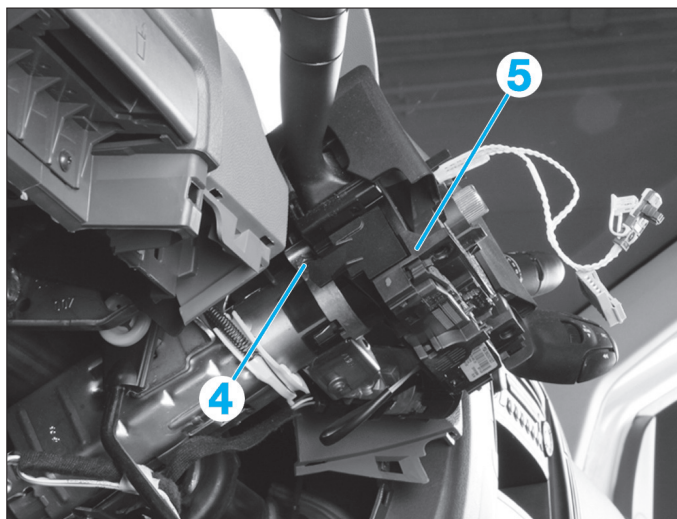

Fig. 3
- Desserrer le collier de serrage (4) du bloc commande (5) sur la colonne de direction (Fig.3).